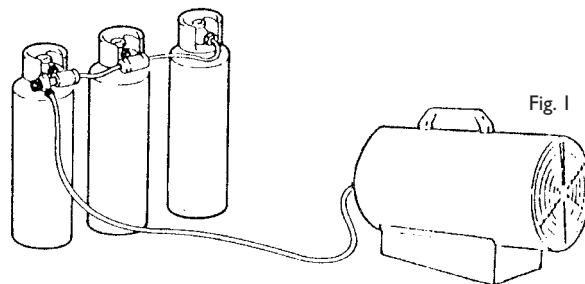

Fig. 1
- Dette vi også redusere ytelsen. Selv om det ikke oppstår frost, kan bruk av en for liten flaske medføre et trykktap, som hindrer apparatets korrekte drift. Hvis apparatet skal brukes kontinuerlig på maksimal effekt anbefales, parallell installasjon av flaskene (Fig. 1).